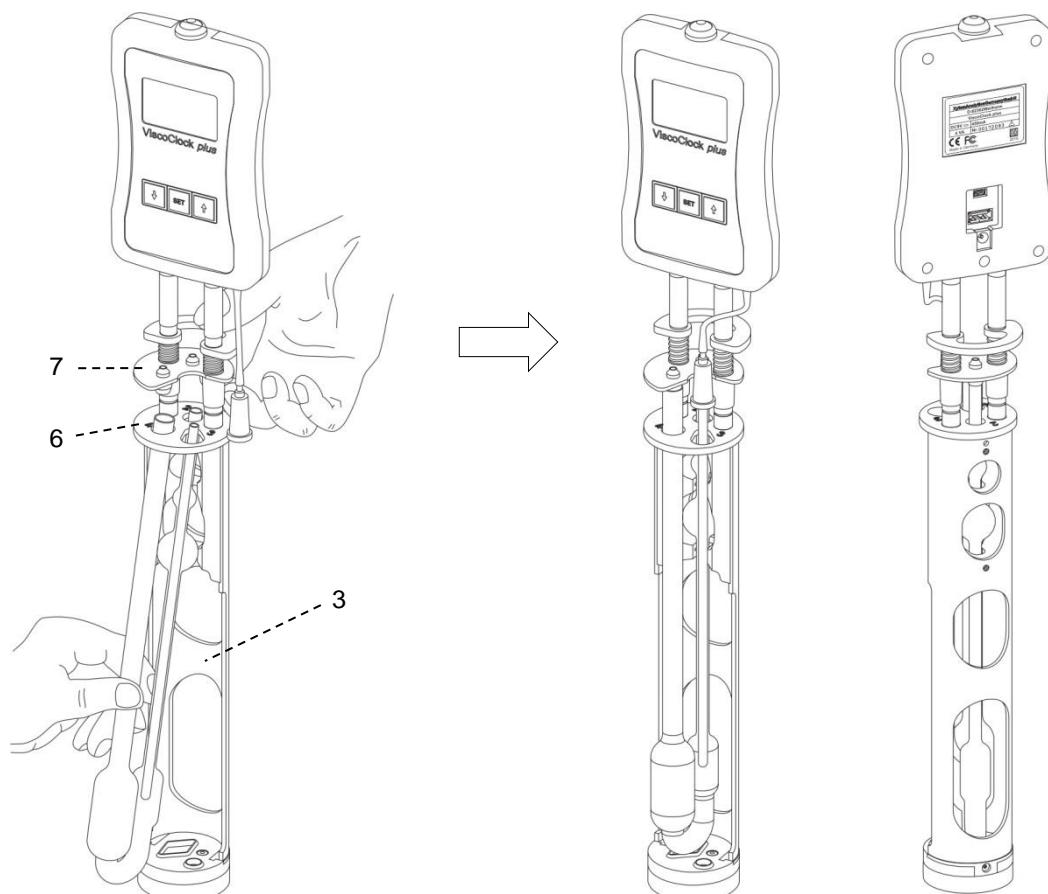

Fig. 3 Inserción del viscosímetro en el ViscoClock plus
Presione la placa de fijación (7) contra la placa de agarre (9) (véase la Fig. 3).
- Inserte diagonalmente el viscosímetro desde la parte inferior a través de la placa perforada (6) y verticalmente en el prisma de entrado (2).
- Baje la placa de fijación (7).
- Verifique que el tapón de silicona esté bien colocado sobre el tubo de llenado (21) (tapón de silicona 8D) y el tubo capilar (22) (tapón de silicona 8S).
- ¡Coloque la tapa de silicona (10) en el tubo de la ventilación!